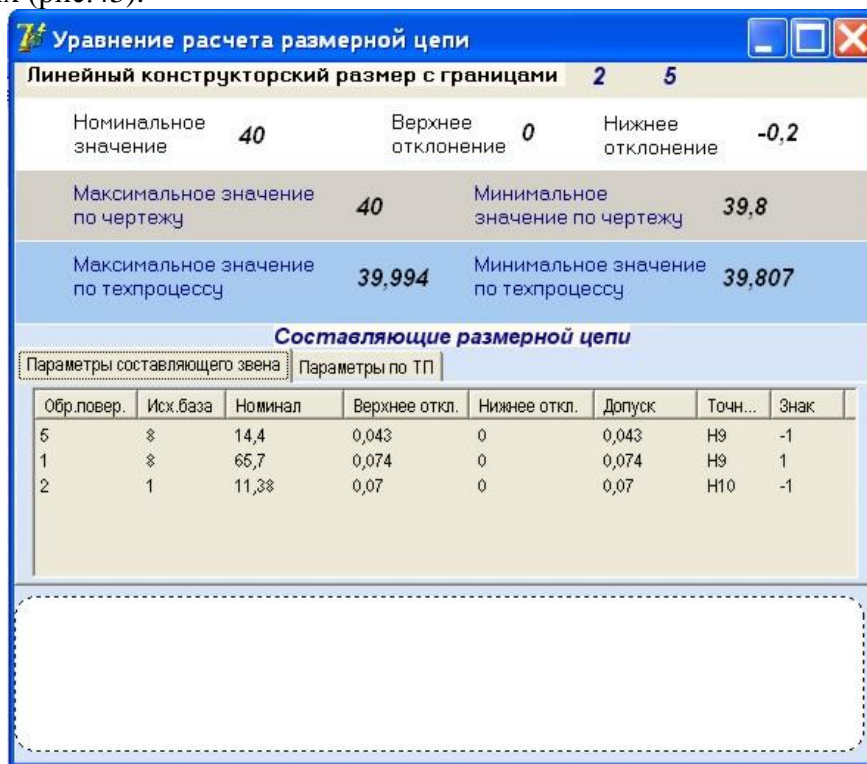

Рисунок 43- Параметры обеспечения точности линейного размера чертежа и список составляющих звеньев размерной цепи
В таблице составляющий звеньев указываются все размерно-точностные параметры и знак составляющего звена: для увеличивающих звеньев размерной цепи и -1 – для – уменьшающих (рис.43).
- форме **Конструкторские размеры и геометрия детали** (рис. 43);